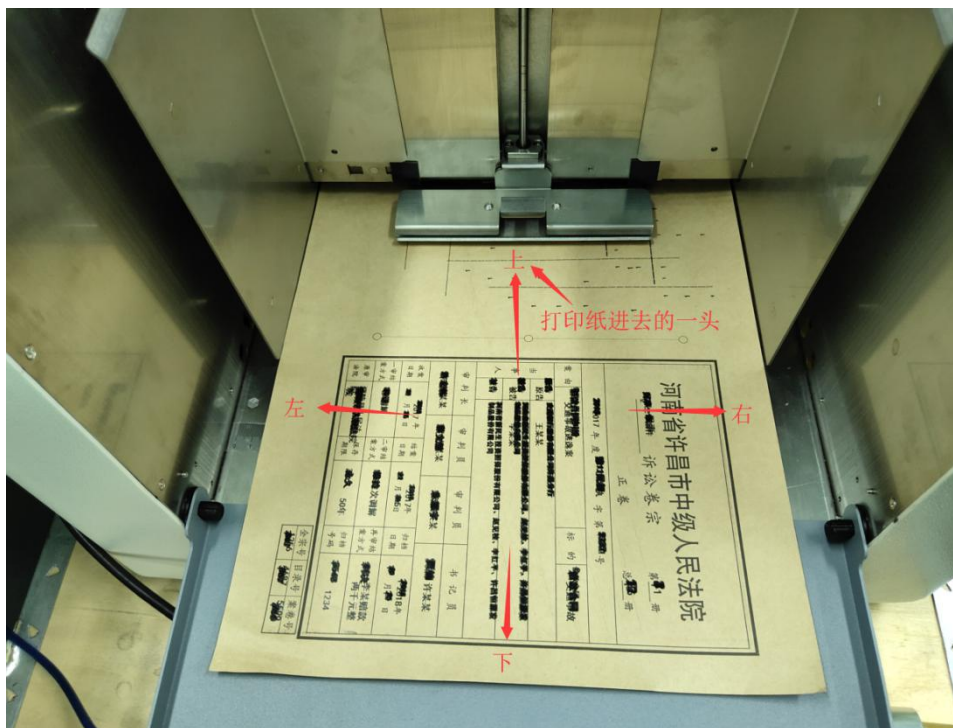

图 2.3.2
- 3) 附加左边距：如图 2.3.2 所示左边，打印边到纸边的距离，+数距离变大，-数距离变小；
- 4) 附加上边距：如图 2.3.2 所示上边，打印边到纸边的距离，+数距离变大，-数距离变小；
- 5) 进本偏移：如图 2.3.2 所示上边，打印边到纸边的距离，+数距离变大，-数距离变小；